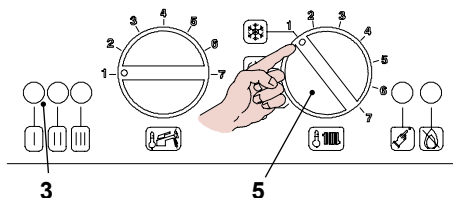

Figura 2.2
- Alimentare elettricamente la caldaia azionando l'interruttore bipolare previsto nella installazione; la lampada di segnalazione 3 in Figura 2.2 fa un breve lampeggio circa ogni 4 secondi.
- Ruotare il selettore 5 come in Figura 2.2; la lampada di segnalazione 3 lampeggia ad intermittenza circa ogni 2 secondi.